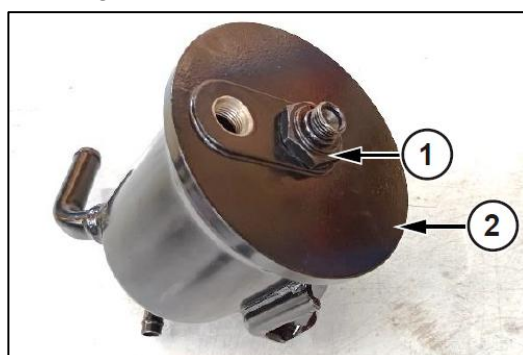

Fig. 309 : DESSERRER L'ÉCROU DE FIXATION DU COUVERCLE ET DÉPOSER CE DERNIER
4. Desserrer l'écrou de fixation du couvercle (1) et déposer ce dernier (élément 2 sur la Fig. 309).